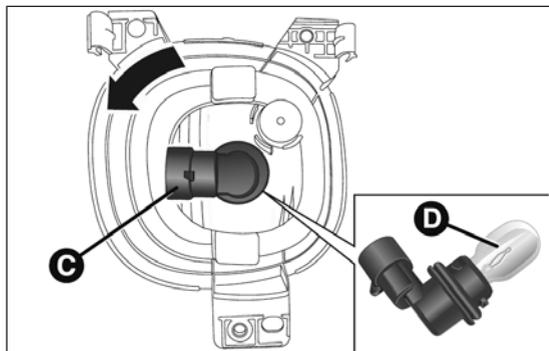

fig. 184
- débrancher le connecteur électrique et tourner la douille C fig. 184 dans le sens antihoraire ;